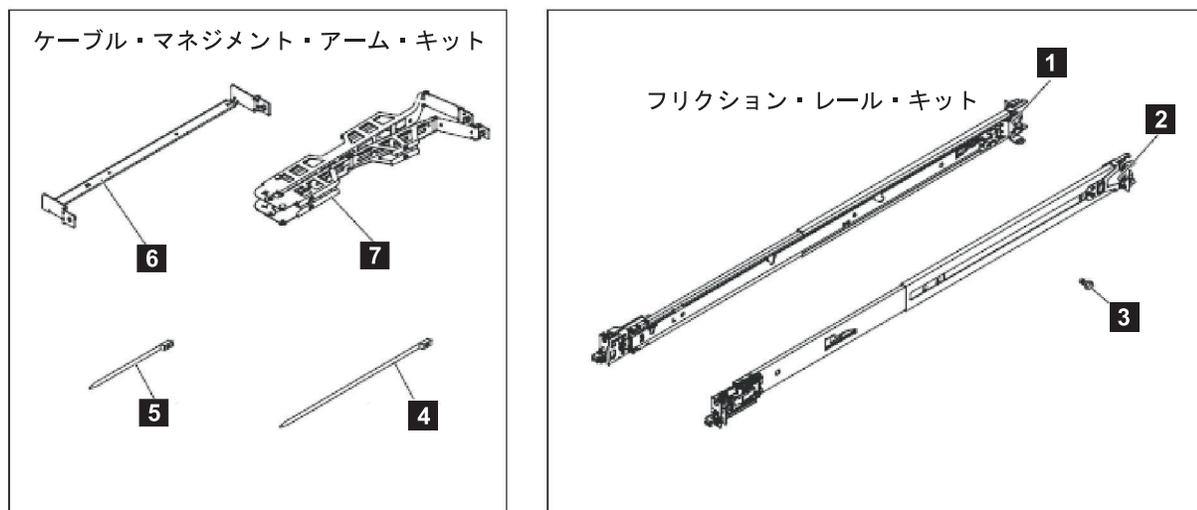

図 20. SAN ボリューム・コントローラー 2145-CG8 のケーブル・マネジメント・アーム、サポート・レール、および関連パーツ
28 ページの図 20 は、SAN ボリューム・コントローラー 2145-CG8 ノードをラックに取り付けるために必要な品目を示します。
1. サポート・レールの取り付けに必要な品目がすべて揃っていること、および各レールのどこが前部かを識別済みであることを確認します。28 ページの図 20 を参照してください。